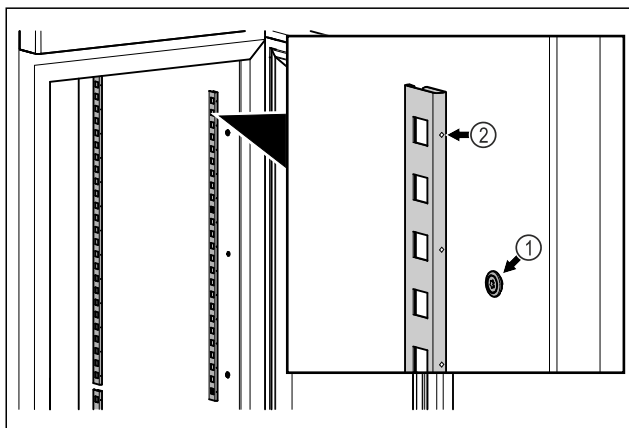

Fig. 54 Immagine a titolo di esempio
- Agganciare le barre di arresto in sospensione Fig. 54 (1). Il contrassegno Fig. 54 (2) deve essere rivolto in avanti.